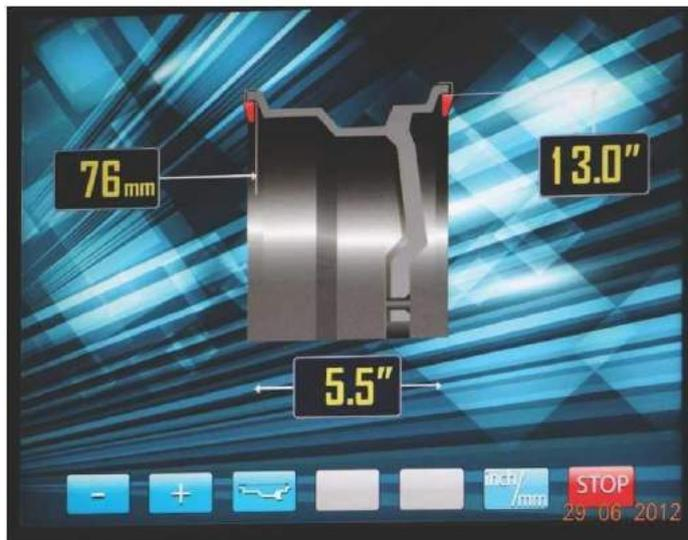

рис.10.2.
При включении питания СБ автоматически устанавливаются исходные параметры « d » и « b », записанные в памяти СБ, которые можно проконтролировать нажимая кнопку A, d, b кнопка 3 на рис.10.2.
корректирующих грузов на внутренней стороне диска (см. рис. 10.1) и удерживать штангу в этом положении до появления звукового сигнала, после чего возвратит штангу в исходное положение. При этом экран основного рабочего режима сменится на экран ввода геометрических параметров колеса рис.10.2.
В этом режиме функционируют кнопки «-» и «+» для ввода ширины диска, а также для коррекции диаметра диска и дистанции от корпуса СБ до колеса, если требуется их ручная коррекция. Переключение кнопок «-» и «+» для коррекции диаметра и дистанции осуществляется кнопкой А,d,b (кнопка 3 рис.10.2), при этом корректируемая величина выделяется красным цветом, кроме того кнопка А,d,b позволяет перейти к экрану ввода геометрических параметров из экрана основного рабочего режима.
11.2.1. Введите геометрические параметры колеса как описано в п. 10.2 или 10.4. На экране ввода геометрических параметров отображается стандартная балансировка грузами на пружинках рис.10.2 или 10. 4.